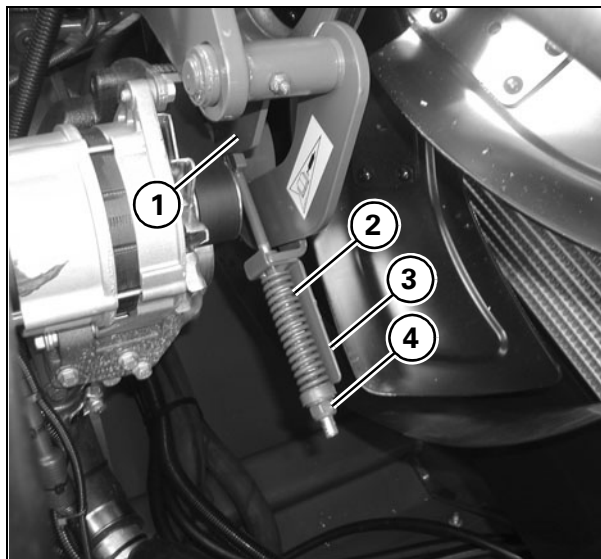

Рис. 26
23.)РЕМЕННОЙ ПРИВОД ВЕНТИЛЯТОРА ОХЛАЖДЕНИЯ - Рис. 26